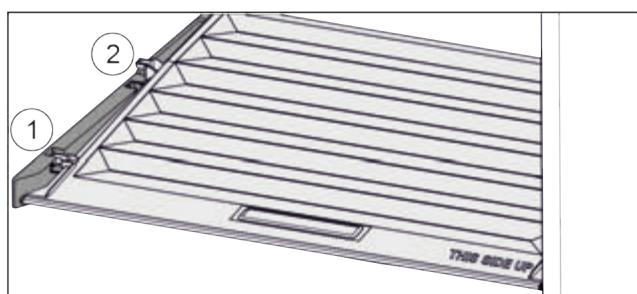

Fig. 75
► Кришку до отвору в деталях для підтримки потягнути вперед Fig. 75 (1).
► Підняти ззаду знизу та вийняти Fig. 75 (2) вгору.